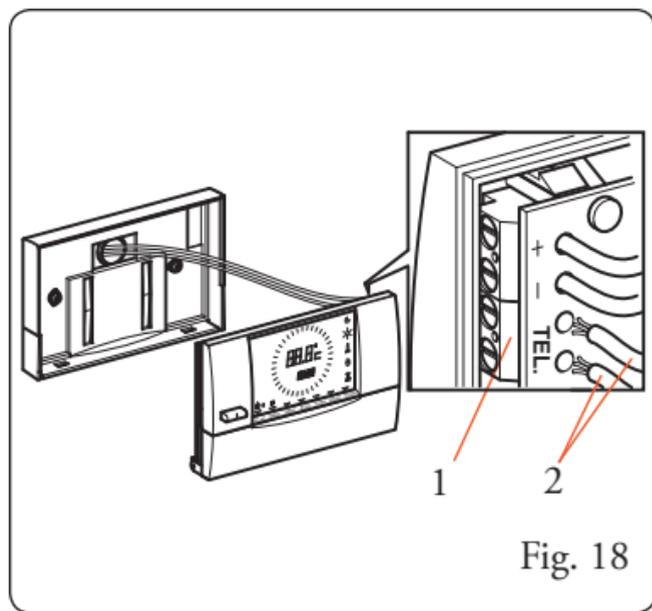

Fig. 18
Il Comando Remoto è provvisto di un ingresso (**TEL**) (Fig. 18 pos. 1) per consentire esclusivamente l'allacciamento del contatto (Fig. 18 pos. 2) di un comando telefonico per l'abilitazione remota. Collegando il comando telefonico al contatto **TEL** il Comando Remoto si predisponde in funzionamento riscaldamento e sanitario abilitato, con funzionamento secondo l'impostazione del parametro "**CtE**" (Configurazione ingresso combinatori telefonico). Per l'impostazione del parametro "**CtE**" vedere il paragrafo 7.9.1. Il messaggio "**TEL**" viene visualizzato sul display in alternativa alla temperatura ambiente. Questa modalità di funzionamento